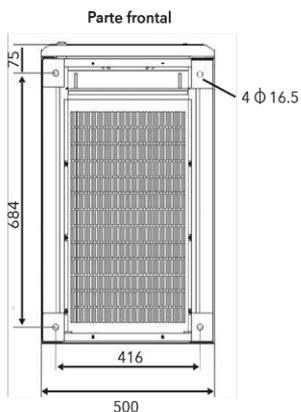

Figura 3-8 Dimensiones del pedestal del UPS-IND 1300 (10-30 kVA) (vista superior)
- Paso 2** Utilice un taladro de impacto para hacer perforaciones $\Phi 16.5$ en el piso según las posiciones de los huecos del pedestal. Las dimensiones del pedestal se muestran en la figura 3-8.
El fabricante no suministra soportes. Debe pedirlos según las dimensiones (como se muestra en la figura 3-8).